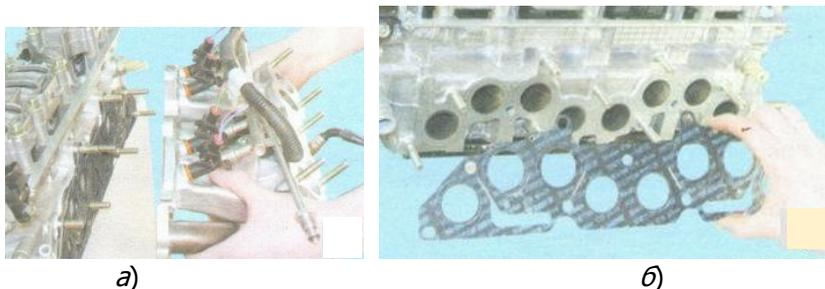

Рис. 1.7. Отсоединение впускного коллектора и катколлектора (а) и уплотнительной прокладки (б)
10. Отсоединяем от головки блока впускной коллектор и катколлектор (рис. 1.7). Снимаем со шпилек головки блока цилиндров уплотнительную прокладку впускного коллектора и катколлектора.